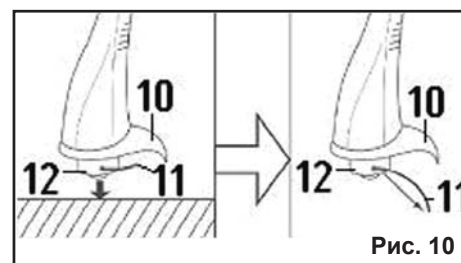

Рис. 10
8.2.7. Во время работы триммерная леска (11) изнашивается (расходуется). Во время работы слегка ударьте головкой триммерной катушки (12) по земле (Рис.10).